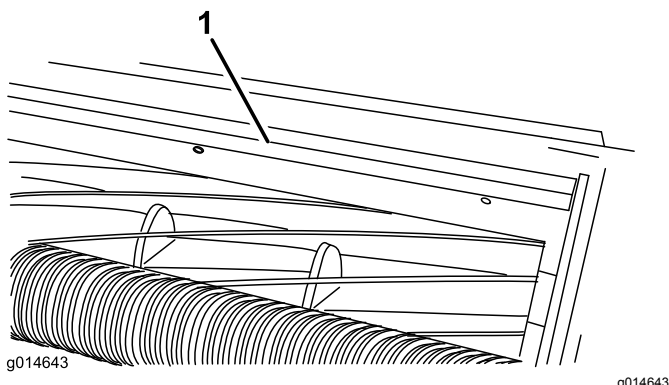

Рисунок 12
1. Ослабьте винты крепления верхней планки (Рисунок 12) к режущему блоку.